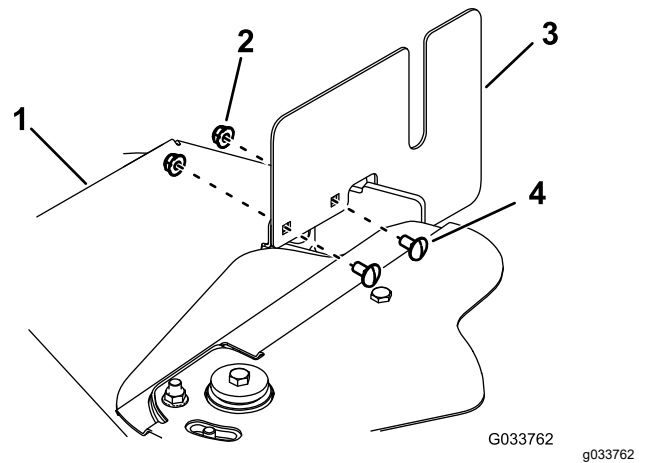

Figura 69
5. Retire los 4 pernos de cuello cuadrado y las 4 tuercas que sujetan las 2 cubiertas laterales a las cubiertas de la correa (Figura 69).
12. Sujete las 2 cubiertas laterales a las cubiertas de la correa usando 4 pernos de cuello cuadrado y 4 tuercas (Figura 69).